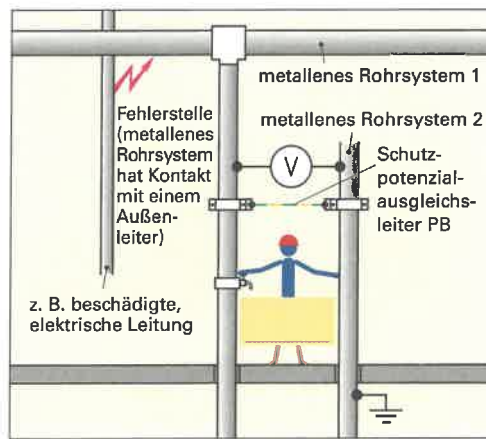

Bild 2: Anlage mit Schutzpotenzialausgleich
3. Geben Sie an, wie hoch die Berührungsspannung U_B in der Anlage mit Schutzpotenzialausgleich (**Bild 2**) ist. Tragen Sie die Höhe der Spannung in **Bild 2** ein.